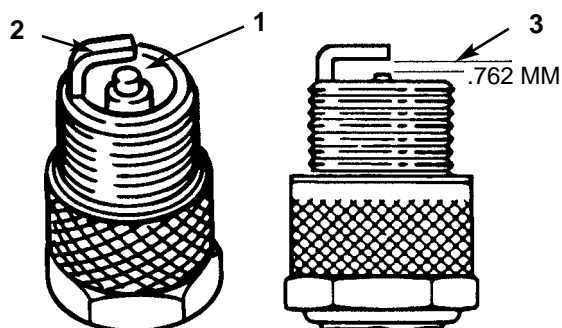

Figure 24
1. Examiner le centre de la bougie (Fig. 24). Si l'isolateur est légèrement marron ou gris, alors le moteur fonctionne correctement. Si l'isolateur est recouvert d'une couche noire, alors le filtre à air est encrassé.
2. Contrôler l'écartement entre les électrodes centrale et latérale (Fig. 24). Plier l'électrode latérale pour rectifier l'écartement le cas échéant.